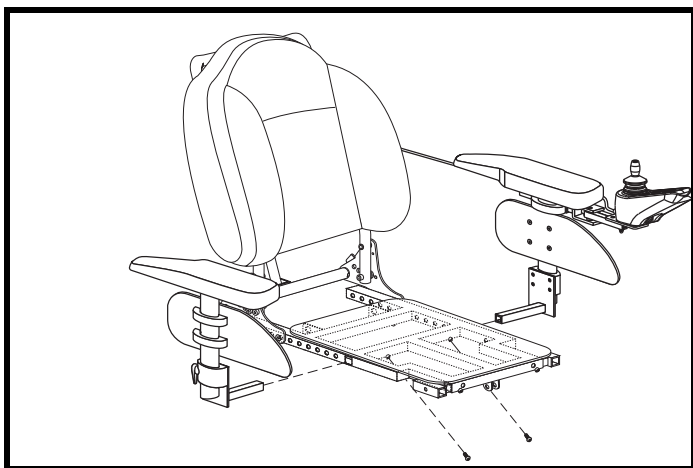

Figura 15. Regolazione della larghezza del sedile
2. Allentare i fissaggi del supporto del bracciolo. **Vedere figura 15.**